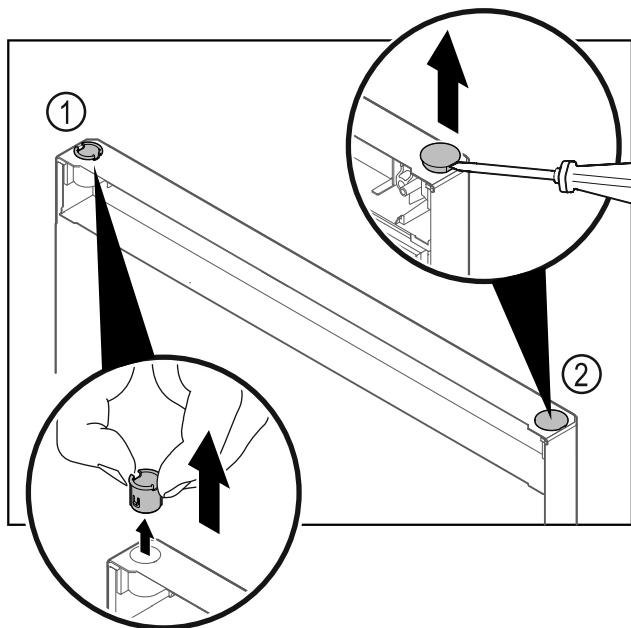

Fig. 28
- Scharnierbuchse Fig. 28 (1) mit den Fingern herausziehen.
- Abdeckstopfen Fig. 28 (2) vorsichtig mit einem Schlitzschraubendreher anheben und herausziehen.